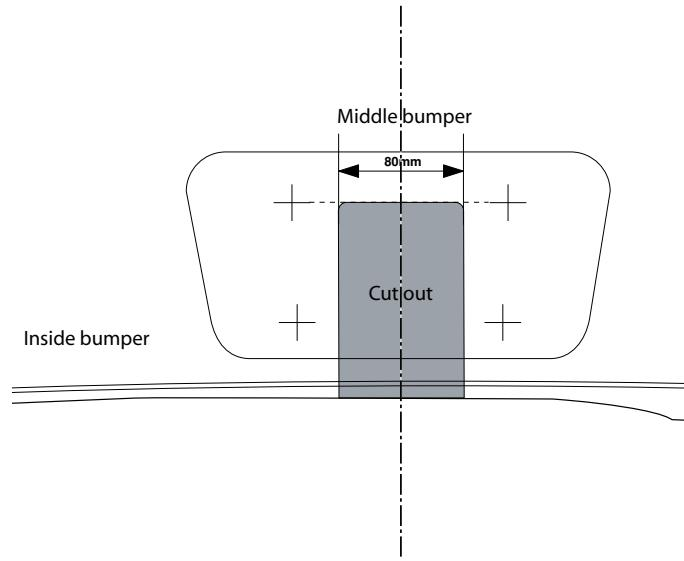

Fig.3
- Выпилить часть из бампера в середине снизу, как указано на рис. 3.